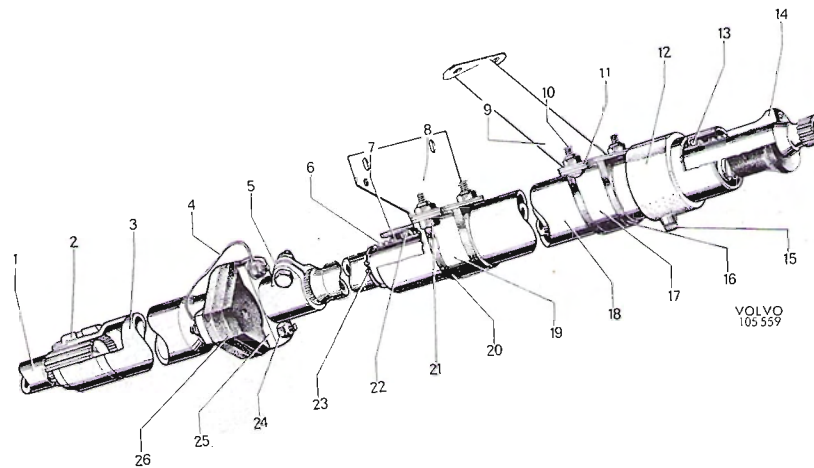

Abb. 44 Lenkspindellagerung, 1800 spät. Ausf.
1. Klemmschraube (5, Abb. 44) lösen.
2. Sicherungsring (23) ausfedern und zusammen mit der Feder (6) auf der Lenkspindel in Richtung Mitnehmer vorschieben.